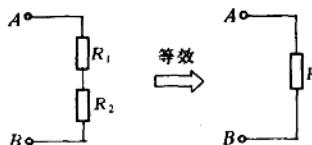

图 1-1.4 电阻的串联
(1) 电阻的串联 两电阻串联，其总电阻为两电阻之和，即  $R = R_1 + R_2$ ，其等效电路如图 1-1.4 所示。
(2) 电阻的并联 两电阻并联，其总电阻要比任一电阻都小，其值为